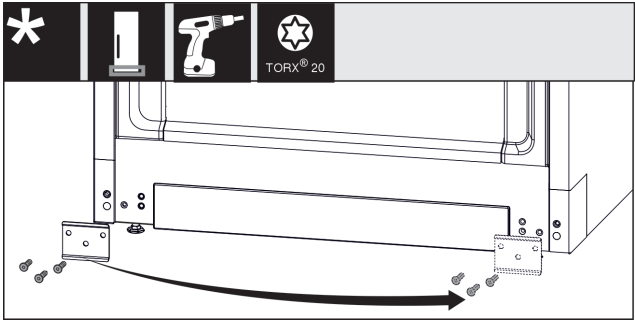

Fig. 16
▶ 拧下金属板 Fig. 16 (1)，将其移到另一侧，然后重新拧紧。